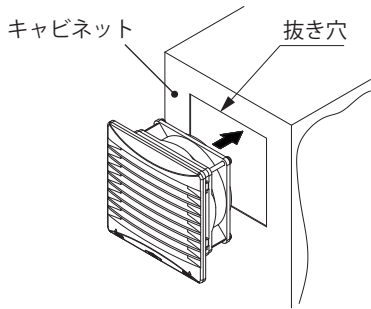

図 1 抜き穴のみで取り付ける場合
2. 抜き穴に最後まで押し込んで取り付けてください。(図 1)